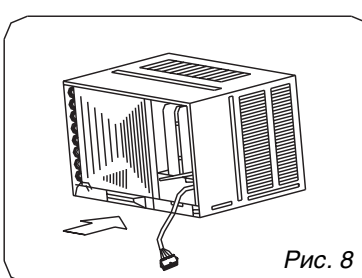

Рис. 8
4. Вставьте кондиционер в каркас (рисунок 8).